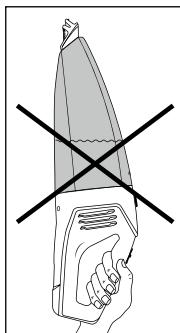

Fig. 4
- Se l'apparecchio viene trasportato orizzontalmente o con la bocchetta per l'aspirazione dei liquidi **1** rivolta verso l'alto, può capitare che fuoriesca del liquido (vedere fig. 4 e 5):